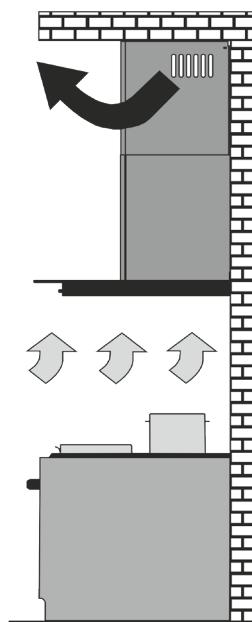

Рис. 2
- ⇒ в режиме рециркуляции (замкнутый кругооборот воздуха в кухне) (рис.2).